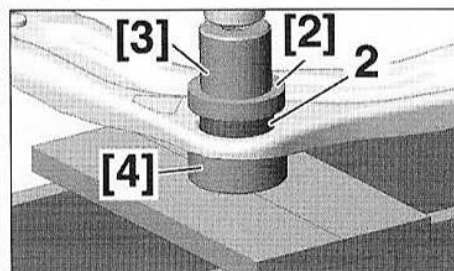

FIG.22
• Mettre en place l'articulation élastique (2) sur son logement (Fig.22).